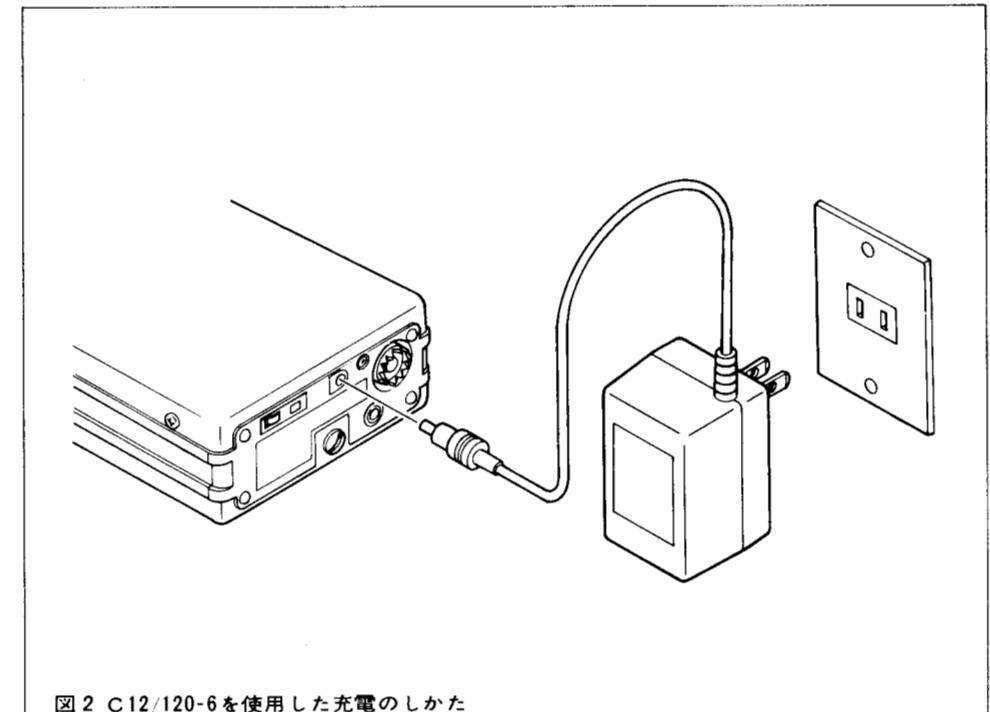

図2 C12/120-6を使用した充電のしかた
ニッカドバッテリーの充電専用端子です。(図2を参照してください。)
(2) ニッカド電池の充電について
① 充電用ニッカド電池が入っている事を確認し、電圧チェックをしてメーターの指示が消耗の位置に来る前に充電を行ってください。
② 充電するときは、電源スイッチ(POWER/VOL)を反時計方向に回しOFFの位置にしてください。
③ C58には充電専用JACK③を設けております。オプションの専用チャージャーとして2種類が用意されていますのでご利用ください。(図2参照)